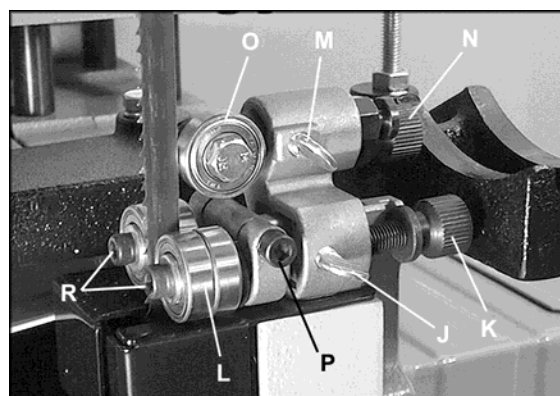

Рис. 50.
- Затяните барашковый винт (G, Рис. 50).
См. Рис. 50.